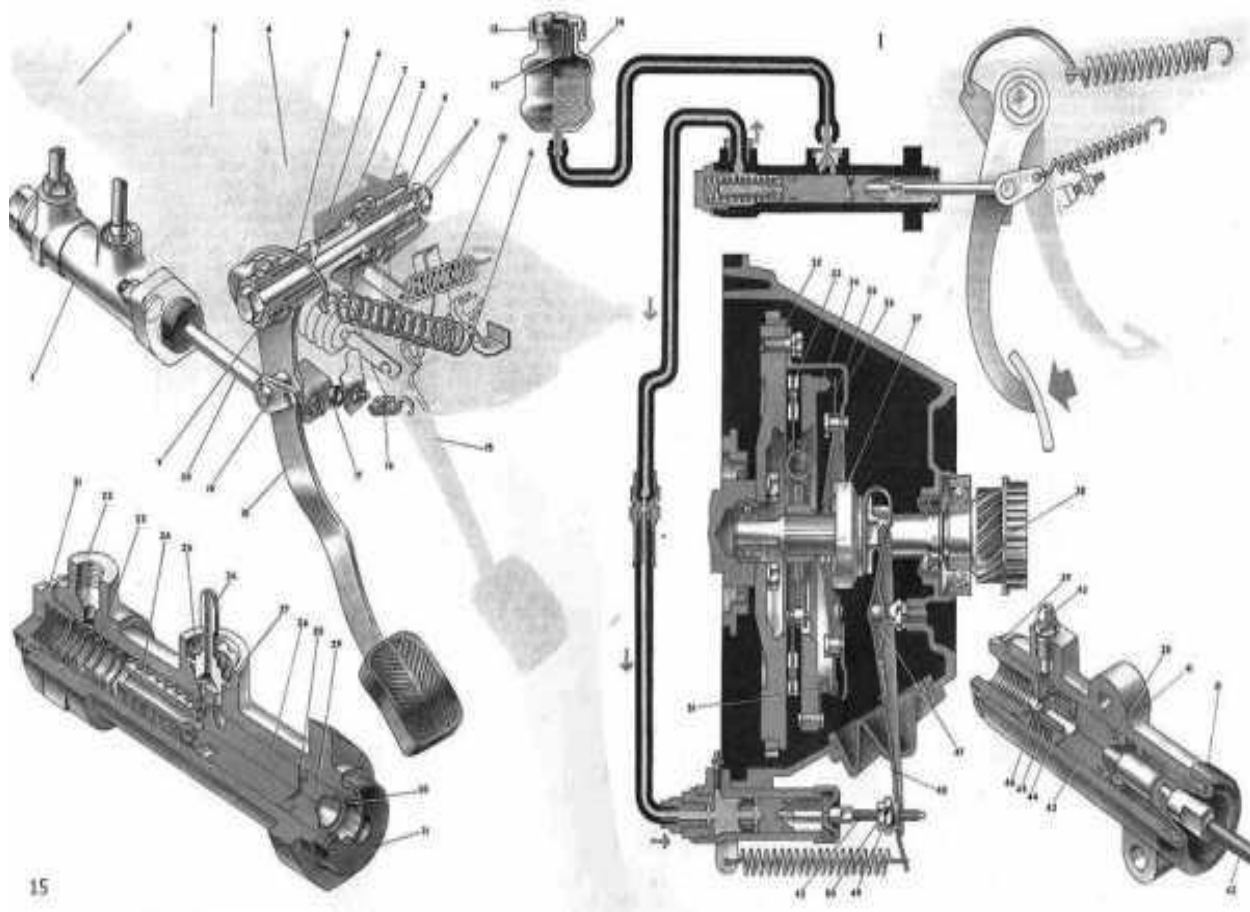

Рисунок 16 – Гидравлический привод сцепления
**Гидравлический привод** выключения сцепления сложнее по конструкции, чем механический, но он обеспечивает более плавное включение и допускает свободное расположение педали привода по отношению к механизму сцепления (рис.16).